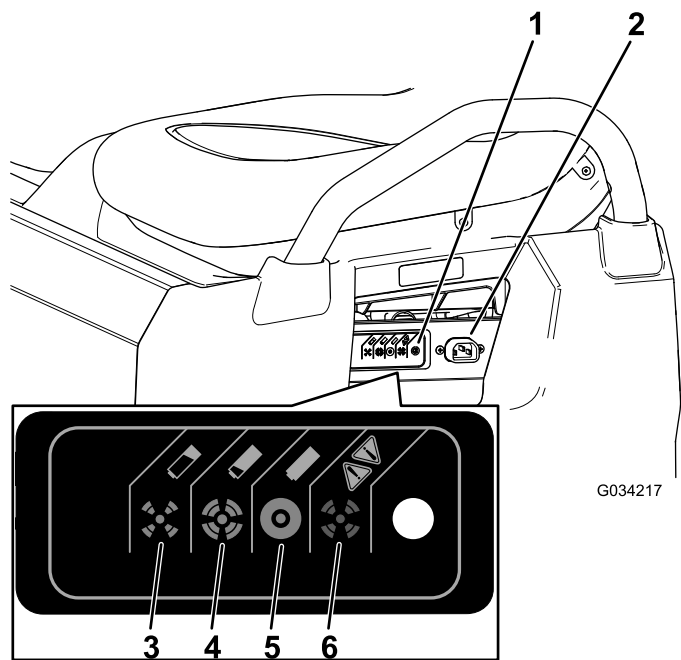

図 35
3. チャージャコードの太さは16 ゲージまたはそれ以上太いもので、長さは2.5 m 以内を、マシンの充電ソケットに接続する 図 35。
充電状態を表す色の意味については、下の表と図 35 で確認してください。